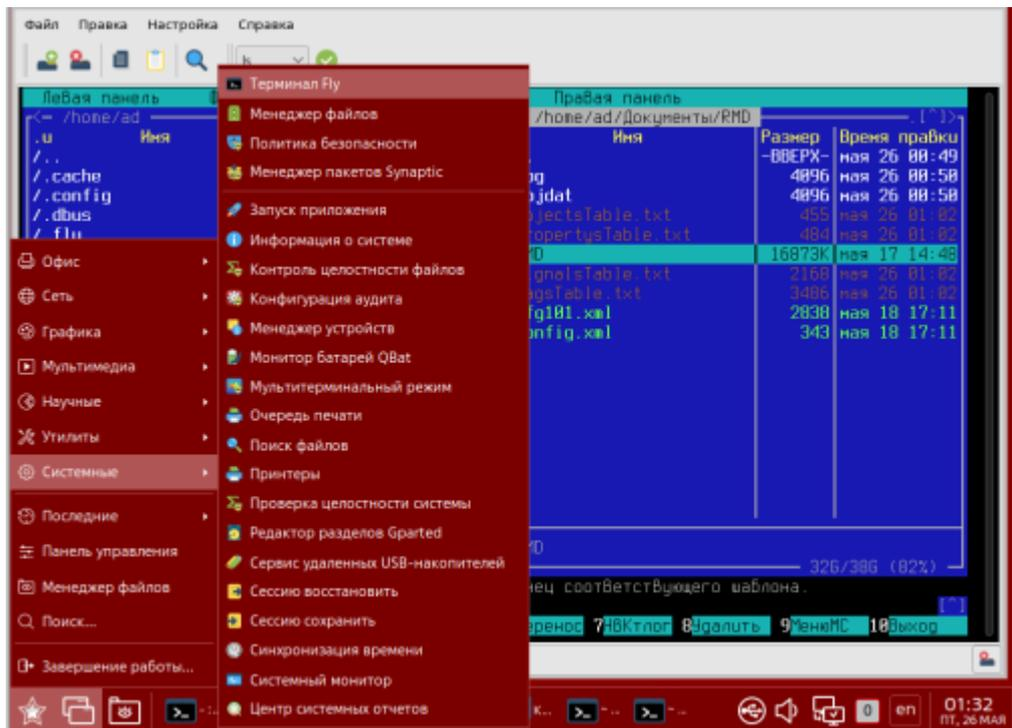

Рисунок 6 – Вызов терминала Fly
- 4) Зайти в терминал Fly (командная строка) набрав комбинацию «Alt+T» или выбрав «меню Пуск-Системные - Терминал Fly» (рисунок 6);